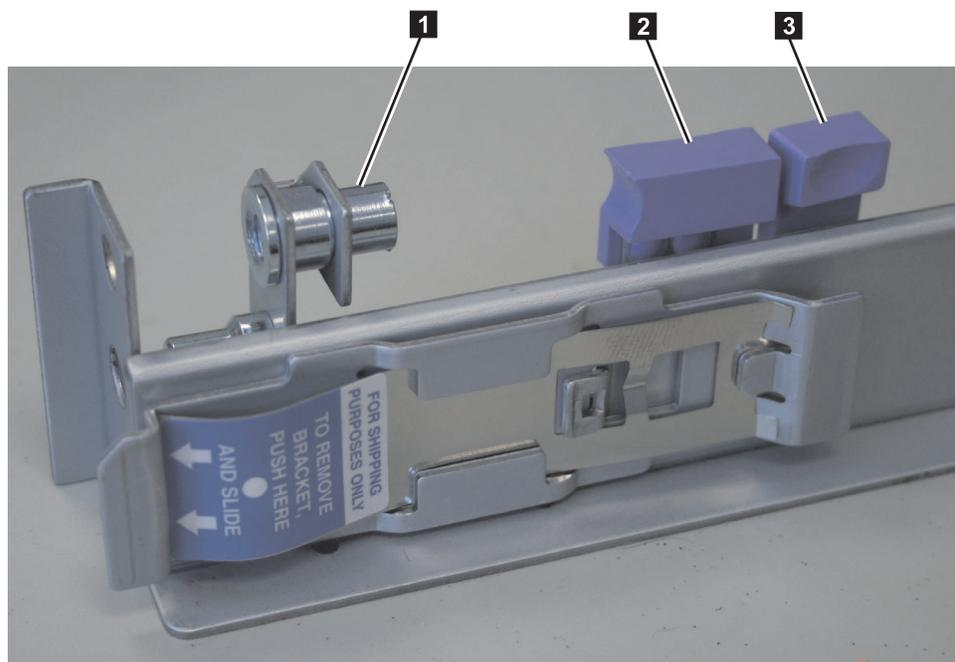

図 34. SAN ポリユーム・コントローラー 2145-8A4 用のサポート・レール背面の開いたレール・ロック・キャリア
- a. 後部レール・ロック・キャリア (図 34 の **1**) が閉じている場合は、小さい方のタブ **3** をレールから離れる方向に押しします。
- c. 図 34 に示すように、レール・ロック・キャリアをスライド・レール後部に向けて約 15 mm スライドさせ、レール・ロック・キャリアを開位置にロックします。配送用ブラケットを取り外さないでください。